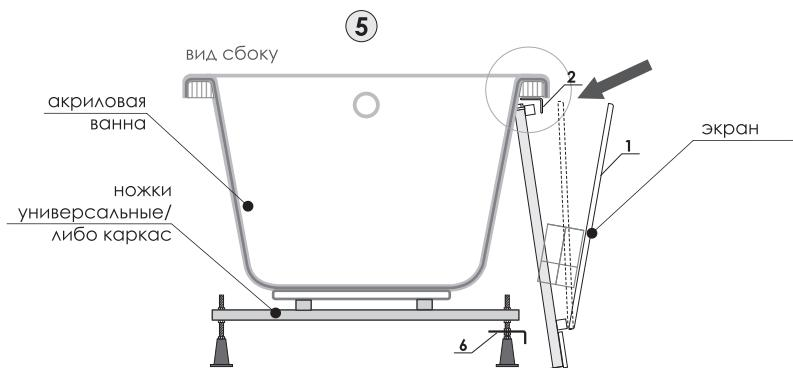

рис. 5.1
5. Задвиньте экран под бортик ванны (рис. 5.1).